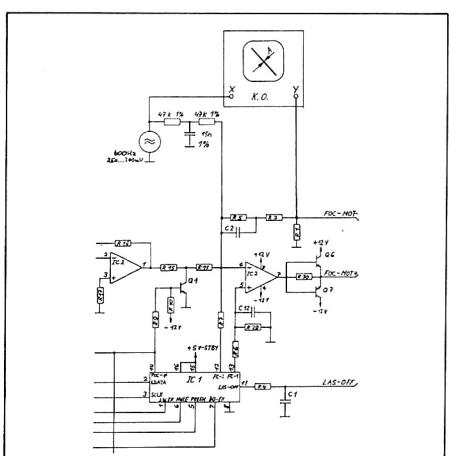

Fig. 4.16
- NF- Generator an X- Eingang eines Oszilloskopes und ueber ein R-C-R- Glied (gem. Fig. 4.16) an Pin 6 von IC2 (auf 1.769.310/315) anschliessen (f= 600Hz +/-5Hz, U= 250...300mV RMS).